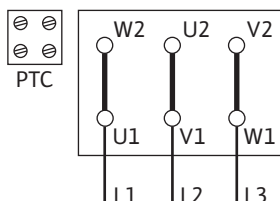

Fig. 14: Couplage Δ
- L'alimentation réseau dépend de la puissance moteur P2, de la tension d'alimentation et du type de branchement. Consulter le tableau suivant ainsi que les Fig. 14, 15 et 16 pour connaître le branchement des ponts de liaison dans la boîte à bornes.